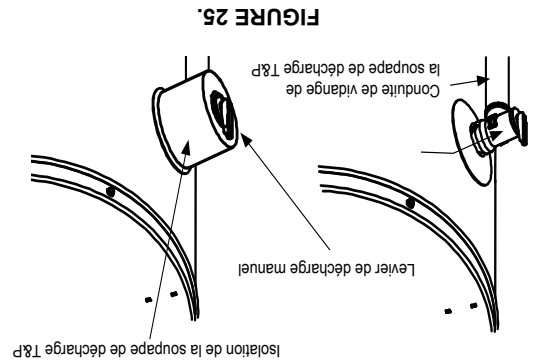

FIGURE 25.
1. Répérez la soupape de décharge de température et de pression sur le chauffe-eau (aussi connue comme soupape de décharge T&P). Voir Figure 25.
3. Ouvrez la fente et installez l'isolation sur la soupape de décharge T&P. Voir Figure 25. Appliquez une pression légère sur l'isolation pour vous assurer qu'elle soit complètement en place sur la soupape de décharge T&P. Une fois en place, fixez l'isolation avec du ruban adhésif. IMPORTANT : L'isolation ou le ruban adhésif ne devrait pas bloquer ou couvrir l'orifice de vidange de la soupape de décharge T&P. De plus, l'isolation ou le ruban adhésif ne devrait pas bloquer l'accès au levier de décharge manuel (Figure 25).